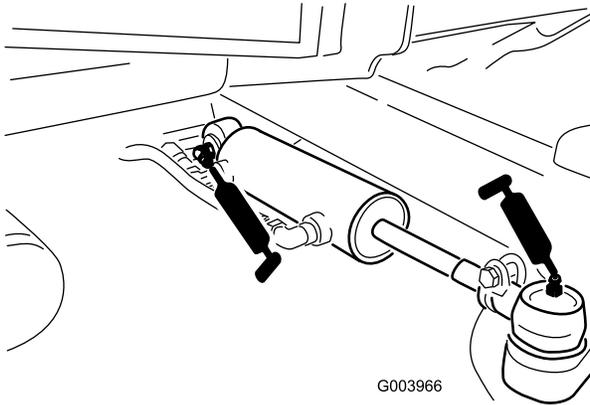

Figura 80
- Giunti a sfera (2) del cilindro di sterzo (Figura 80)